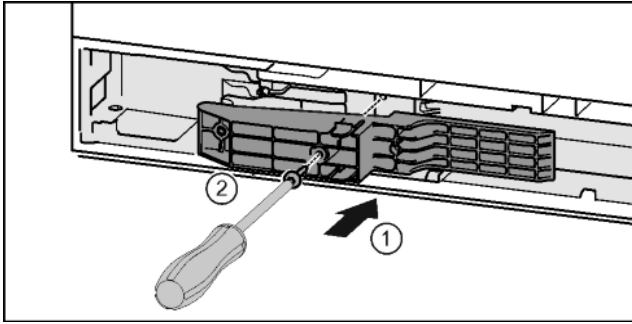

Fig. 44*
- ▶ Az illesztődarabot a fogantyú oldalán helyezze be a nyílásba.* Fig. 44 (1)
- ▶ Húzza meg a csavarokat a T15 csavarhúzóval.* Fig. 44 (2)